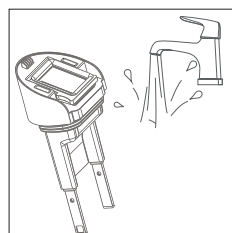

Fig. 17 – Limpieza del tapón
- ▶ Limpie el tapón con agua corriente (**véase Fig. 17**).